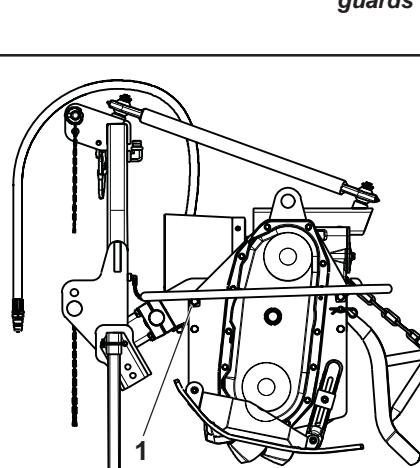

Fig. 5
- Svitare le viti (1 Fig. 5) e i dadi (2 Fig. 5), inserire la protezione (3 Fig. 5) e riavvitare le viti e i dadi secondo le coppie di serraggio indicate a pag. 29.
- Unscrew the screws (1 Fig. 5) and nuts (2 Fig. 5). Now insert the guard (3 Fig. 5) and retighten the screws and nuts with the driving torques listed on page 29.
- Die Schrauben (1 Abb. 5) und die Muttern (2 Abb. 5) losdrehen, die Schutzvorrichtung (3 Abb. 5) einstecken und die Schrauben und Muttern mit den auf Seite 29 angegebenen Anzugsdrehmomenten anschrauben.
- Dévisser les vis (1 Fig. 5) et les écrous (2 Fig. 5), monter la protection (3 Fig. 5) et resserrer les vis et les écrous aux couples de serrage indiqués à la page 29.
- Desenroscar los tornillos (1 Fig. 5) y las tuercas (2 Fig. 5), introducir la protección (3 Fig. 5) y volver a enroscar los tornillos y las tuercas según los pares de torsión que se indican en la pág. 29.